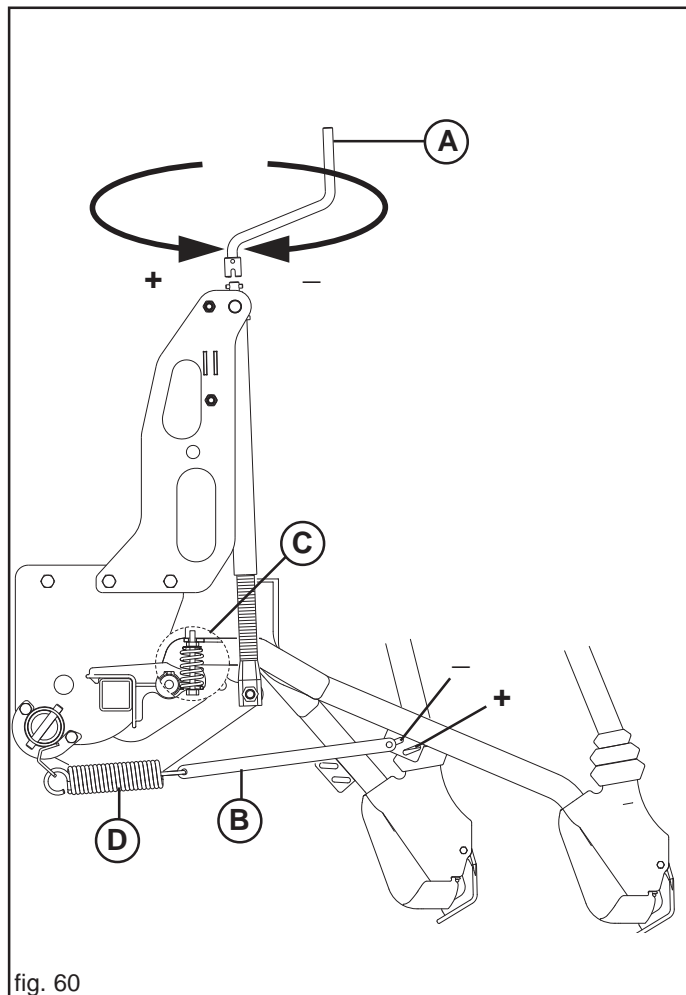

fig. 60
La profondeur d'ensemencement est réglée en même temps pour tous les rayonneurs moyennant une manivelle (Fig. 60) qui permet, si tournée dans le sens inverse des aiguilles d'une montre, d'exercer grâce à des ressorts de traction une pression supérieure des rayonneurs sur le terrain et de conséquence une chute plus profonde de la semence.
On peut ultérieurement régler la pression, séparément, en changeant la position de la tringle (B Fig. 60).
Uniquement pour la version avec les socs en sabot, un accessoire est disponible : il s'agit d'un ressort (C, Fig. 60) qui permet de remettre à zéro le poids de chaque élément lorsque le ressort (D) est complètement déchargé. Dans ce cas, il est possible d'effectuer des semis superficiels.